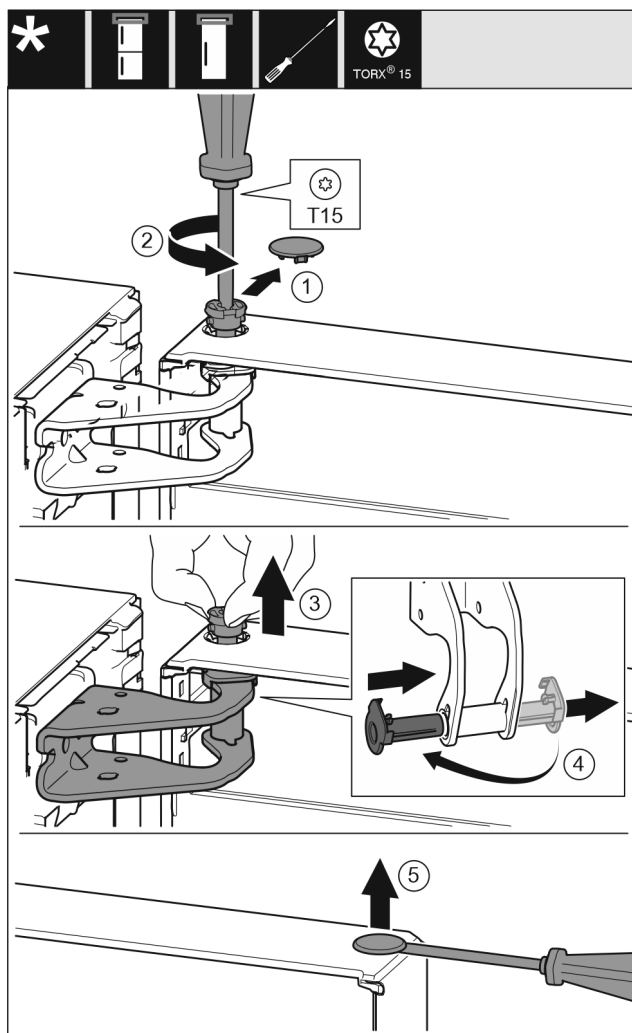

Fig. 13
- Estrarre con cautela la copertura di protezione. Fig. 13 (1)
- Con un cacciavite T15 svitare un po' il perno. Fig. 13 (2)
- Tenere ferma la porta ed estrarre il perno con le dita. Fig. 13 (3)
- Estrarre la boccola dalla guida. Inserire dall'altro lato e innestare. Fig. 13 (4)
- Con un cacciavite a testa a intaglio sollevare con cautela i tappi a vite dalla boccola della porta ed estrarli. Fig. 13 (5)